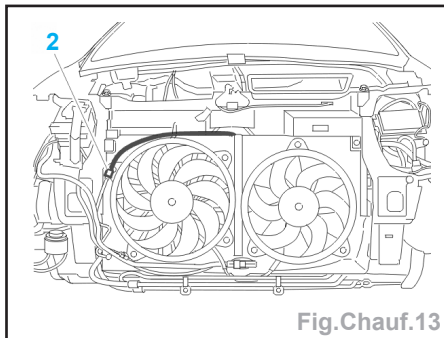

Fig.Chauf.13
- Débrancher le connecteur (2) du faisceau de commande GMV (Fig.Chauf.13).